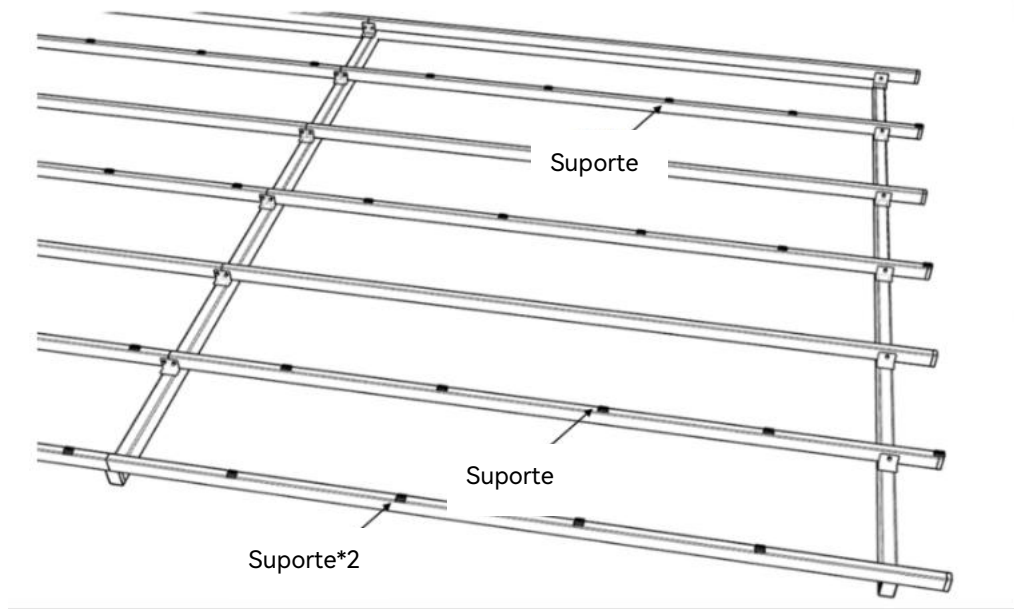

Figura 5
- 21 Os suportes em um mesmo trilho devem ser mantidos centralizados horizontalmente, sendo que o primeiro trilho de baixo para cima tem 2 suportes sobrepostos, e o número de suportes no segundo trilho é 1. Os demais trilhos são instalados com 1 suporte em linhas pares (Figura 5). O espaçamento entre os suportes em diferentes trilhos é consistente com o espaçamento dos demais trilhos. O desvio máximo entre a parte superior e a parte inferior de uma mesma linha de suportes é <math><5\text{mm}</math>, e a instalação deve ser firme e alinhada quando completada.